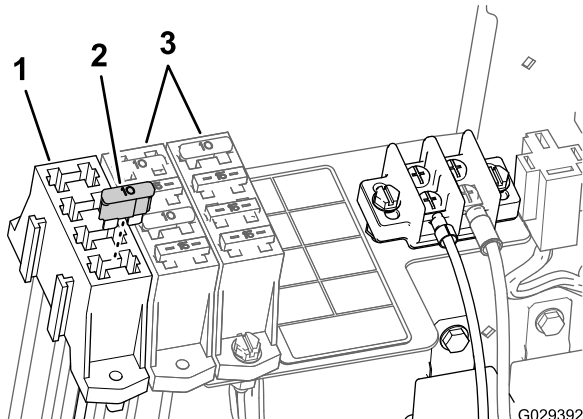

Figure 24
2. Branchez le fusible de 15 A dans l'emplacement que vous avez localisé dans le porte-fusibles auxiliaire (Figure 24).